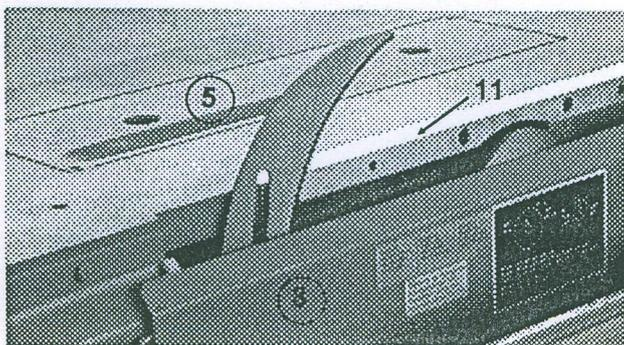
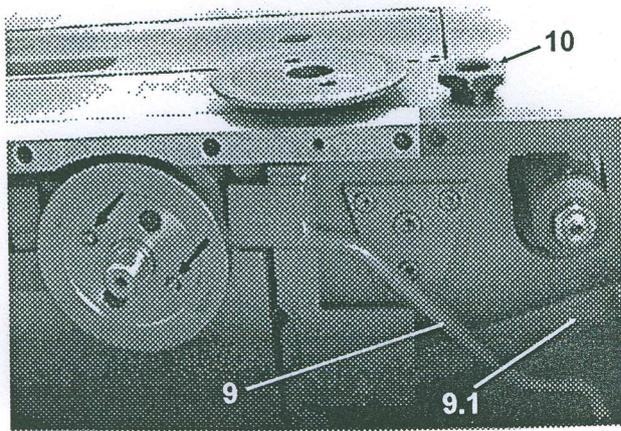

Bild 4.3
Bild 4.5
- Zum Umlegen der Riemen die Einlegeplatte 5 (Bild 4.3) herausheben und die Schutzhaube wegschwenken bzw. nach hinten schieben (je nach Ausführung der Maschine mit Parallelogrammschutzhaube - siehe Punkt 4.8 dieser Anleitung oder Schutzhaube mit Schaltpult und integrierter Absaugung - Sonderzubehör, siehe Punkt 5 dieser Anleitung).
- Den Besäumtisch nach vorn ziehen, so daß die Abdeckklappe 8 (Bild 4.3) frei ist.
- Fixierhebel 9 (Bild 4.5) nach oben drücken und Sägeblattwelle langsam drehen bis der Sperrstift des Fixierhebels einrastet.
- Sägeblatt-Befestigungsmutter 10 (Bild 4.5) durch Rechtsdrehen lösen (Linksgewinde) und den losen Flansch von der Welle nehmen.
- Beim Aufsetzen des losen Flansches muß darauf geachtet werden, daß die beiden Mitnehmerstifte (siehe Hinweispfeile, Bild 4.5) in die Bohrungen des losen Flansches greifen.
- Die Sägeblatt-Befestigungsmutter 10 (Bild 4.5) durch Linksdrehen wieder anziehen.
- Vor dem Starten der Maschine den Fixierhebel 9 (Bild 4.5) wieder nach unten drücken, so daß die Sägeblattwelle frei läuft, sowie die Abdeckklappe 8 (Bild 4.3) wieder schließen.
Bei Maschinen mit Vorritzaggregat wird mit dem kleinen Fixierhebel 9.1 (Bild 4.5) auch dessen Welle arretiert.
Wenn die Tischeinlage 11 (Bild 4.3) durch Kontakt mit dem Sägeblatt beschädigt sein sollte, so muß sie unbedingt erneuert werden.